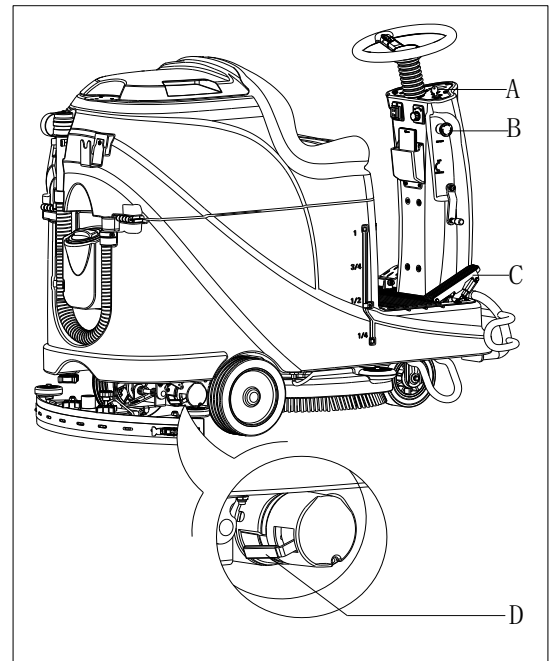

Abbildung 9
1. Drehen Sie den Schlüsselschalter (A, Abbildung 9) in die „EIN“ Stellung.
2. Drücken Sie das Beschleunigungspedal (C) leicht, lassen Sie es los, um zu prüfen, ob sich die Maschine nach vorne steuern lässt und stoppt.
3. Um sich der Sicherheit zu vergewissern, stellen Sie sicher, dass die Maschine durch das Drücken des Notschalers (B) sofort gestoppt wird. Drehen Sie den Notschalter, um ihn wieder einzustellen.
- Bremse gelöst -der Bremshebel (D, Abbildung 9) sitzt oben